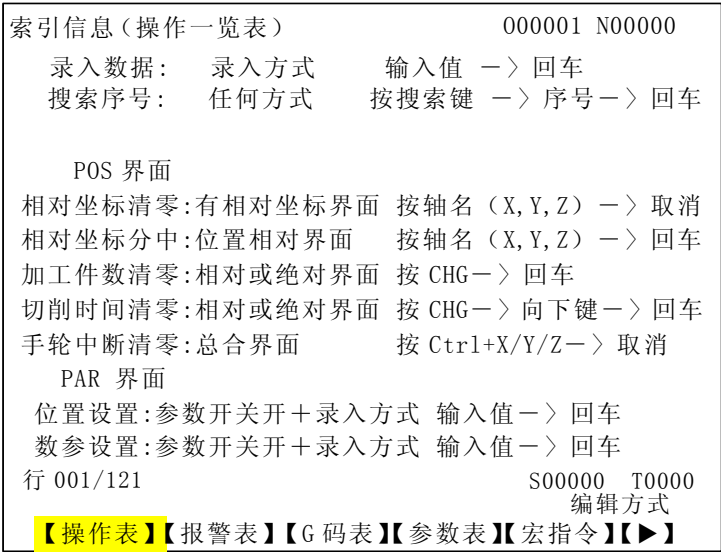

图 3-10-1
按 **索引** 键进入索引显示页面，页面有【操作表】【报警表】【G 码表】【参数表】【宏指令】【PLC 地址】【计算器】七个显示界面，可以通过相应软键查看。具体显示的内容如下图所示（见图 3-10-1～3-10-7）。
1、操作界面 在<索引>界面按【操作表】软键进入操作界面。见图 3-10-1：